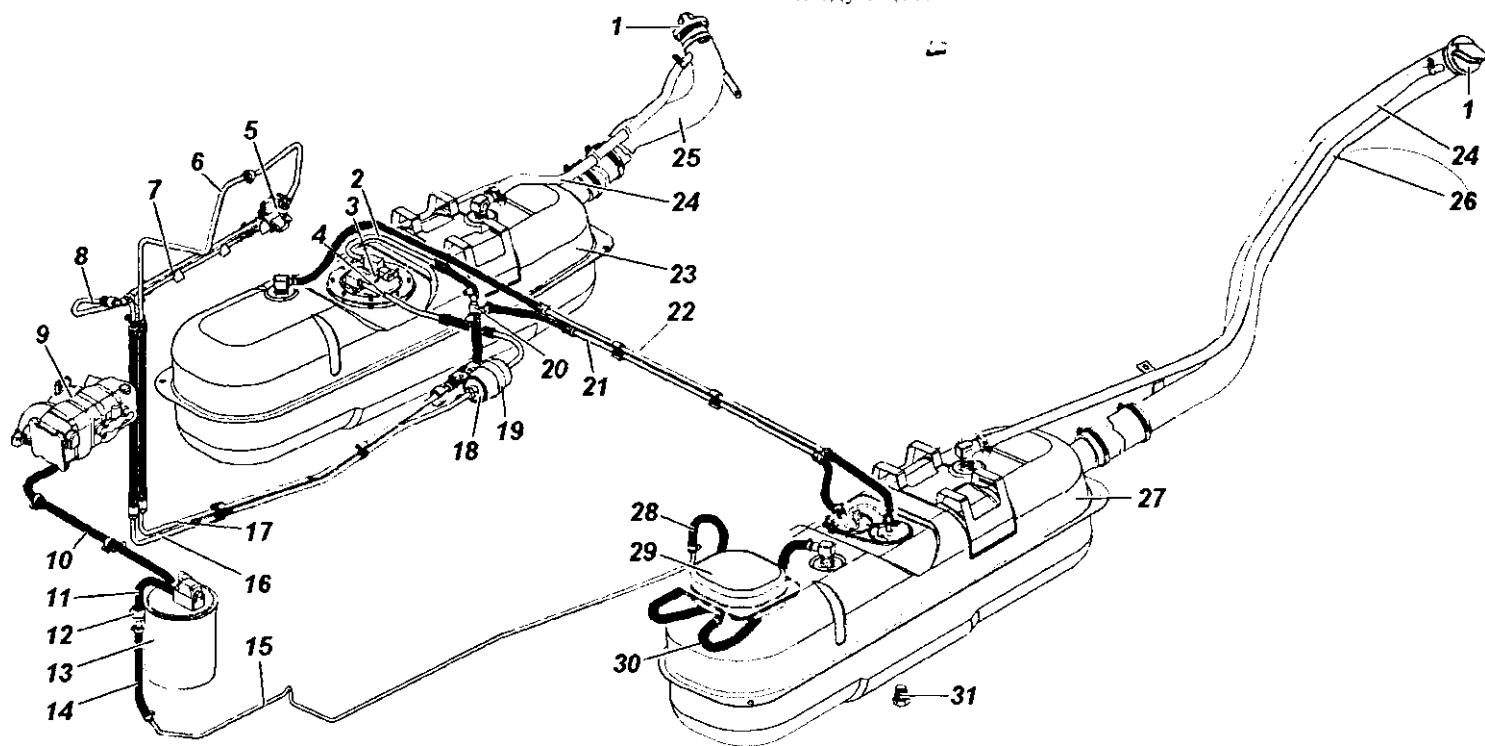

Рис. 4.18. Схема системы питания двигателя топливом и системы улавливания топливных испарений:
переключения топливных баков. Подача топлива осуществляется погружным электробензонасосом (погружным модулем) 3 (рис. 4.18), установленным в правом баке. Через фильтр 18 тонкой очистки топливо поступает в топливную рампу 7, относительное давление в которой поддерживается регулятором 5 давления на уровне 300 кПа. Повышенное давление топлива исключает появление пузырьков воздуха и паров бензина в топливопроводе, которые мешают нормальной работе форсунок. Форсунки, представляющие собой быстродействующие точные клапаны (нормально закрыты), открываются, впрыскивая топливо во впускную трубу двигателя.
Топливные баки 23, 27 (см. рис. 4.18). Обслуживание топливных баков заключается в периодической промывке или замене фильтра электробензонасоса (правый бак), промывке фильтра приемной трубки указателя уровня топлива (левый бак) и промывке самих баков.
5. Проверить сообщение левого топливного бака с атмосферой, сливная магистраль 16 (см. рис. 4.18) не должна быть пережата.
Система улавливания топливных испарений (см. рис. 4.18). В процессе эксплуатации автомобиля необходимо обращать внимание на:
Фильтр 18 (см. рис. 4.18) *тонкой очистки топлива* 315195-1117010 выполнен в виде одноразового неразборного фильтр-патрона. Замену топливного фильтра производите через каждые 20000 км.